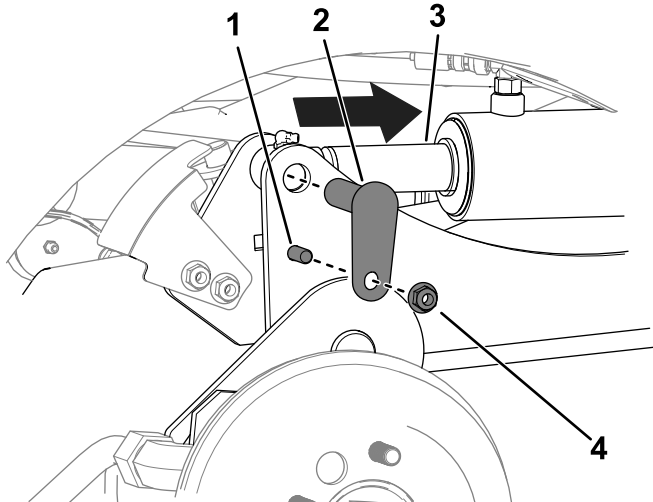

Figura 11
C. Utilizai un poanson pentru a alinia orificiile tijei cilindrului cu orificiile braului de ridicare (Figura 11).
D. Utilizai 2 uruburi ($\frac{3}{8} \times 1\frac{1}{4}$ "), 2 piulie ($\frac{3}{8}$ ") i 2 tifturi mici pentru a fixa braele de ridicare la cilindri (Figura 11).